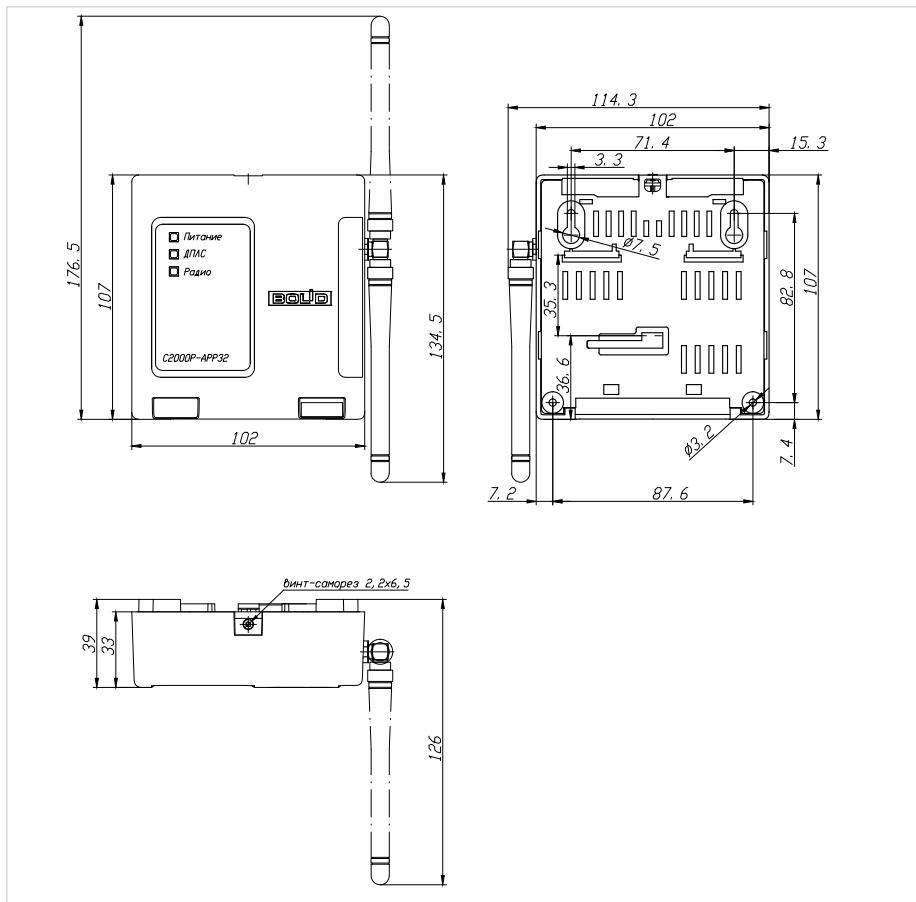

Рисунок 36. Внешний вид и габаритные размеры прибора
- 2.1. Наметьте на стене места для трёх установочных отверстий (двух верхних, имеющих форму пазов для навешивания, и одного из нижних на выбор) в соответствии с габаритным чертежом (см. рис. 36).